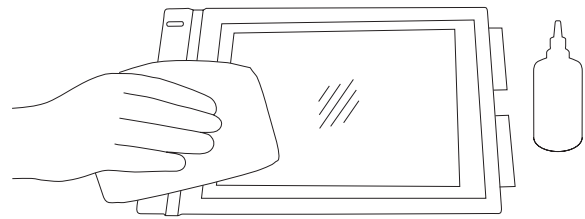

Abbildung 10. Reinigen des LASER PROTECTIVE GLASS-Moduls.
11. Reiben Sie die Oberfläche des Glases vorsichtig mit einem mit 2%-igem Salicylalkohol (Ethanol­lösung) oder einer anderen Lösung auf Ethanolbasis getränk­ten Baumwolltuch ab. Verwenden Sie kein Isopropanol! Achten Sie auf der Oberfläche verbleibende Fasern. Reinigen Sie beide Seiten (Abbildung 10).